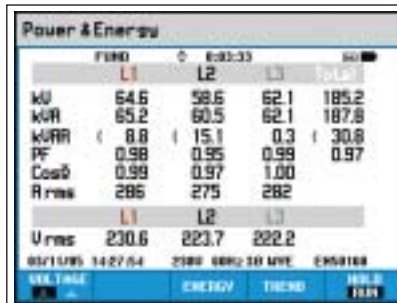
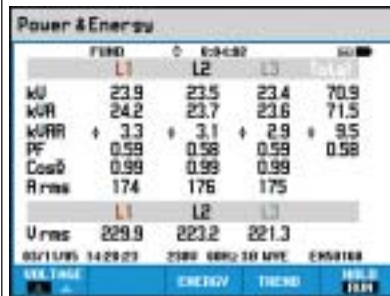
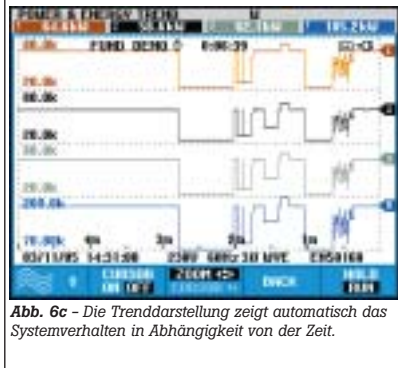

Abb. 6a - Leistungsmessungen an einer linearen Last
Abb. 6b - Leistungsmessungen an nicht-linearen Lasten
Abb. 6c - Die Trenddarstellung zeigt automatisch das Systemverhalten in Abhängigkeit von der Zeit.
Fluke 434 misst auch die Leistung und den Energieverbrauch, wobei die Ergebnisse auf der Power & Energy Anzeige des Instruments dargestellt werden (Abb. 6). Alle Leistungsparameter werden übersichtlich angezeigt und sind dadurch leicht zu interpretieren. Das Instrument ermöglicht außerdem den Vergleich von $\cos \varphi$ oder dem Verschiebungsfaktor (DPF) mit dem Leistungsfaktor Lambda (PF). Bei linearen Lasten (Abb. 6a) ist $\cos \varphi$ gleich dem Leistungsfaktor Lambda, was auf die Abwesenheit von Oberschwingungen hinweist. Wenn sich $\cos \varphi$ und Leistungsfaktor Lambda unterscheiden (Abb. 6b), sind Oberschwingungen vorhanden. Für Leistungsberechnungen kann „Fundamental“ oder „Full“ gewählt werden. Bei „FUNDamental“ werden nur Spannung und Strom bei der Grundfrequenz (50 oder 60 Hz) berücksichtigt, während bei „FULL“ das gesamte Frequenzspektrum (Echteleffektivspannung und -strom) betrachtet wird. Für alle Variablen wird außerdem automatisch eine Trenddarstellung erzeugt (Abb. 6c).